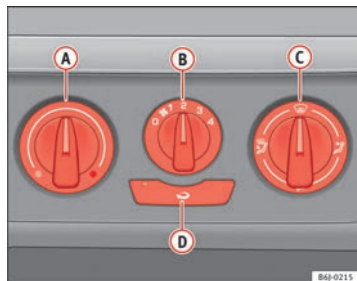

Fig. 99 Sur la planche de bord : éléments de commande du chauffage
- Les régulateurs **A** et **C** et la commande **B** ⇒ fig. 99 permettent de régler la température, la distribution de l'air et la vitesse de la turbine.